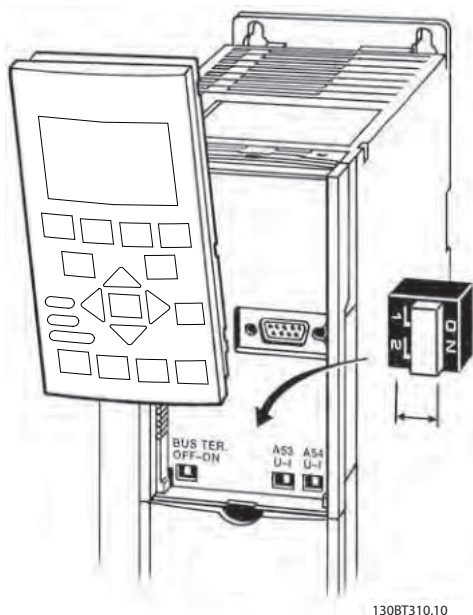

Abbildung 3.13 Lage der Klemmschalter 53 und 54 und Busabschlussschalter
- Sie erreichen die Schalter, wenn Sie die Tastatur abnehmen (siehe *Abbildung 3.13*). Die Optionsmodule in Steckplatz B decken diese Schalter ggf. ab. Entfernen Sie diese zum Ändern der Schaltereinstellungen. (Trennen Sie vor Arbeiten am Frequenzumrichter immer die Energiezufuhr.)